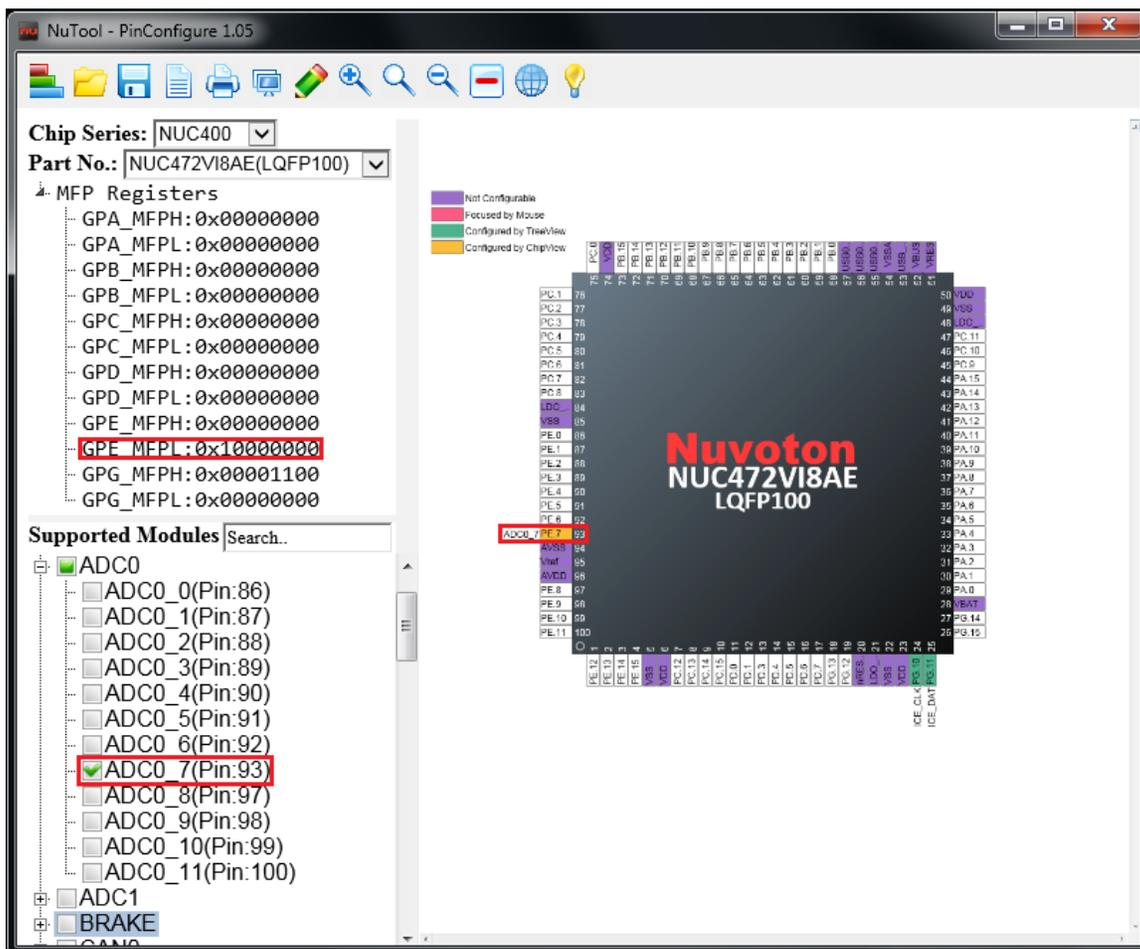

图 3-12 通过个别管脚配置 ADC0\_7 的结果
2. 移动鼠标到选项中，并且点击想要的功能。单独的管脚设定完成之后，此时在树状图与 MFP 寄存器也会同步更新(参照图 3-12)。